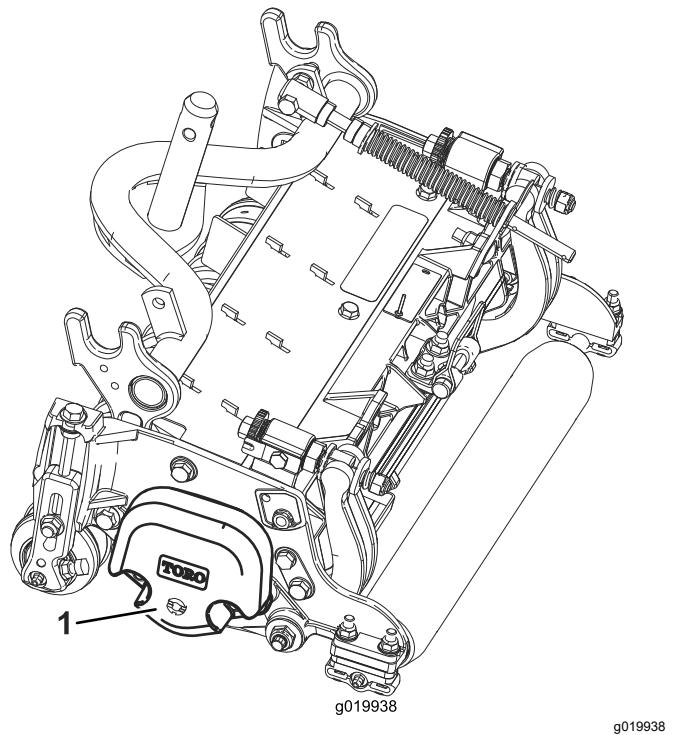

Bild 3
5. Stellen Sie sicher, dass das Gegengewicht (Bild 3) am richtigen Ende der Schneideeinheit montiert ist, wie in der *Bedienungsanleitung* der Schneideeinheit beschrieben.